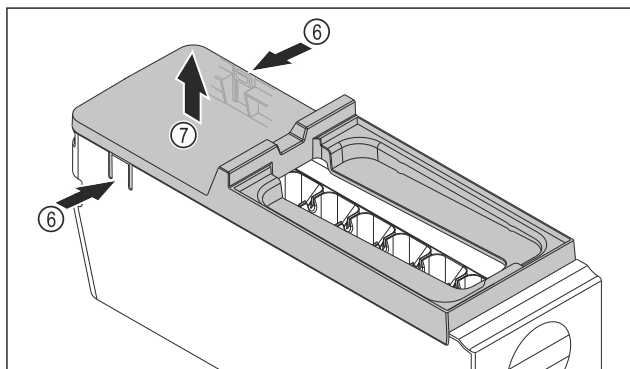

Fig. 145
- ▶ Снимите крышку корпуса EasyTwist-Ice: Надавите рукой на наклейки Fig. 145 (6) с обеих сторон корпуса EasyTwist-Ice.
- ▶ Другой рукой снимите крышку Fig. 145 (7) по направлению вверх.